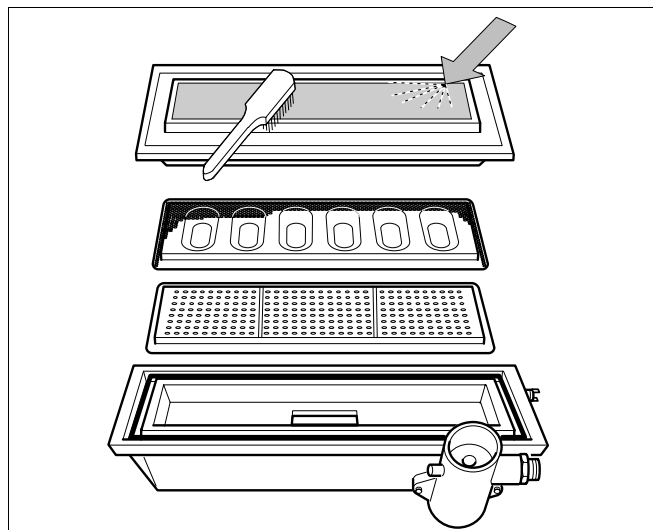

Fig. 40 Pulizia del bruciatore
- Pulire il bruciatore con una spazzola morbida e aria compressa (fig. 40).